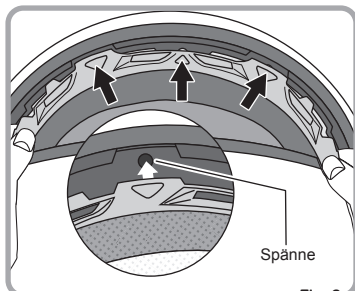

Fig. 2
- ② Sätt in de tre spännena där fram som visas i Fig.2.